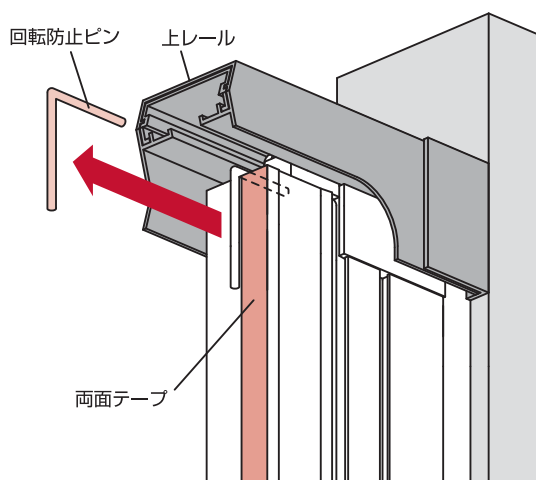

図3-8-2
- ② 網戸本体上部に取付いている回転防止ピンを引き抜いてください。(図 3-8-2)